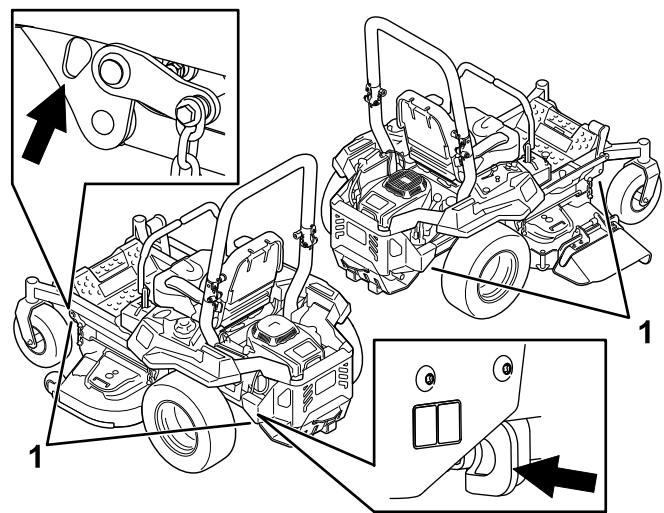

Figure 43
6. Arrimez la machine près des roues pivotantes avant et du pare-chocs arrière à l'aide de sangles, chaînes, câbles ou cordes (Figure 43). Reportez-vous à la réglementation locale concernant les exigences en matière d'arrimage.